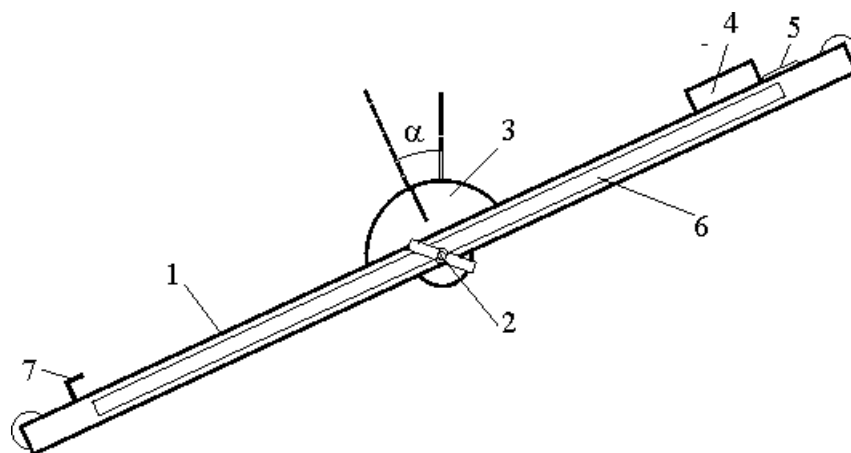

Рис.2
Установка представляет собой наклонную плоскость 1, которую с помощью винта 2 можно устанавливать под разными углами α к горизонту (рис.2). Угол α измеряется с помощью шкалы 3. На плоскость может быть помещен брусок 4 массой m . Предусмотрено использование двух брусков разной массы. Каждый брусок состоит из двух частей, изготовленных из различных материалов: дерево-дюраль и дерево-сталь. Бруски закрепляются в верхней точке наклонной плоскости с помощью электромагнита 5, управление которым осуществляется с помощью электронного секундомера СЭ1. Пройденное бруском расстояние измеряется линейкой 6, закрепленной вдоль плоскости. Время соскальзывания бруска измеряется автоматически с помощью датчика 7, выключающего секундомер в момент касания бруском финишной точки.
1. Ослабив винт 2 (рис.2), установите плоскость под углом 25° к горизонту, электромагнит при этом должен находиться в нижней части плоскости. Закрепите плоскость в таком положении, зажав винт 2.
5. Запишите время соскальзывания бруска t , пройденный бруском путь S , угол наклона плоскости α . Вычислите по формуле (6) коэффициент трения скольжения μ .